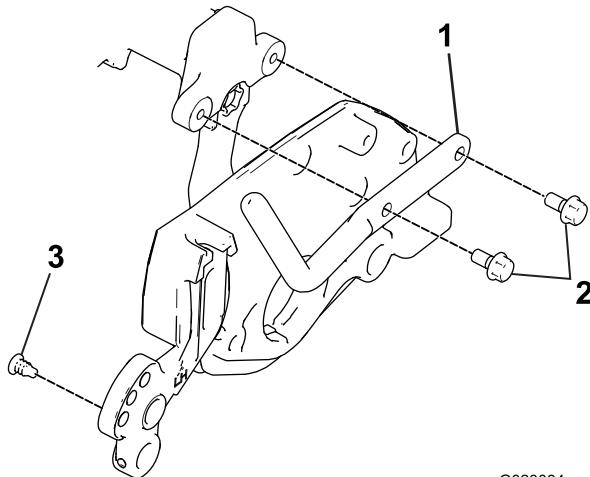

図 1
2. ステップ1で外したボルトを使って、新しいバスケットホーンを図 1に示すように取り付ける。
3. グルーマを取り付けているカッティングユニットの場合は、図 1に示すように、下側のグルーマ取り付け穴にプラスチック製のプラグを取り付ける。